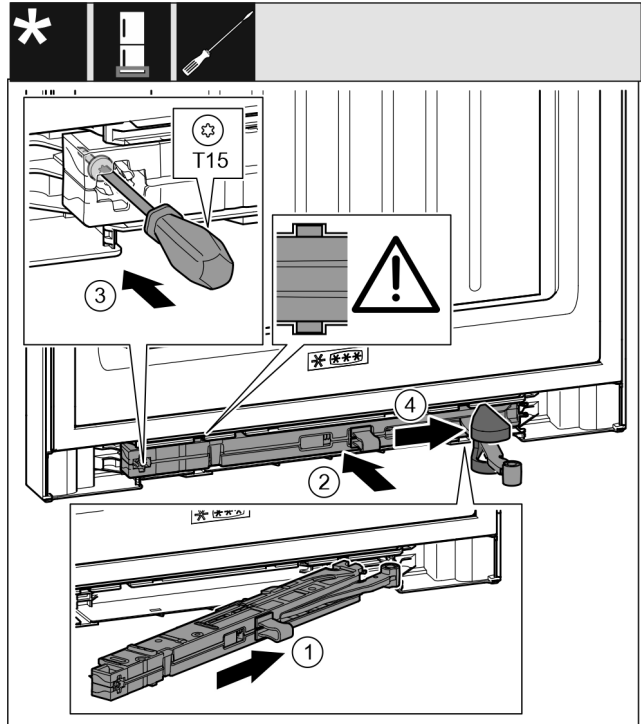

Fig. 46
- ▶ Sluitdempeereenheid aan de zijde van de lagerbus tot de aanslag schuin in de uitsparing schuiven. Fig. 46 (1)
- ▶ Sluitdempeereenheid volledig in de uitsparing schuiven. Fig. 46 (2)
- ▶ Schroef met een schroevendraaier T15 vastschroeven. Fig. 46 (3)
- ▶ Afdekking over het scharnier schuiven. Fig. 46 (4)